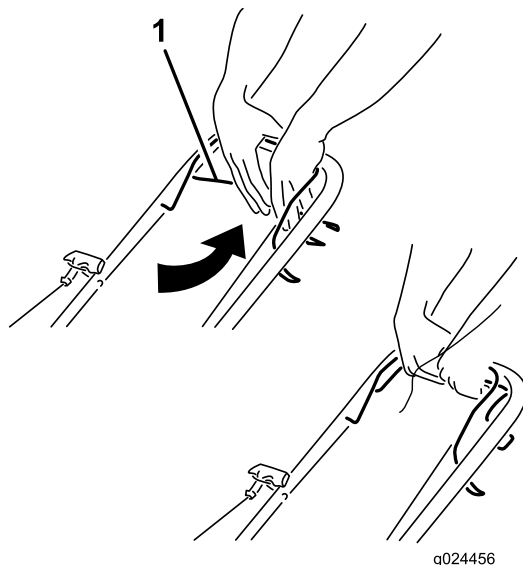

Figure 15
- **Pour engager l'auto-propulsion :** Serrez et maintenez la barre d'auto-propulsion contre le guidon (Figure 15).